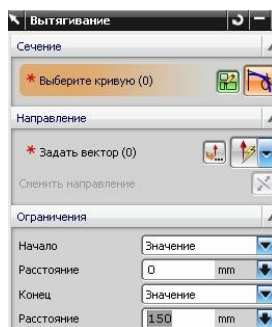

рис.7
- Верхняя часть диалогового окна этой операции показана на рис. 7. Главное в этой операции – указать **образующий контур** (поле *Сечение*), и **направляющий** вектор (поле *Направление*).